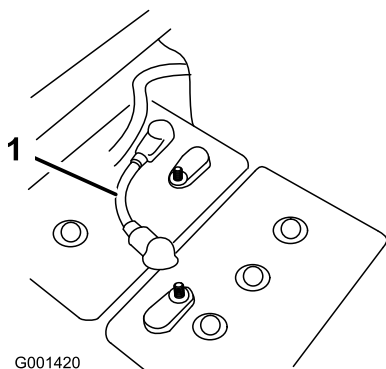

図 2
4. バッテリー同士を接続している短いケーブルのうちの 1 本を外して車両への電源供給を遮断する (図 2)。